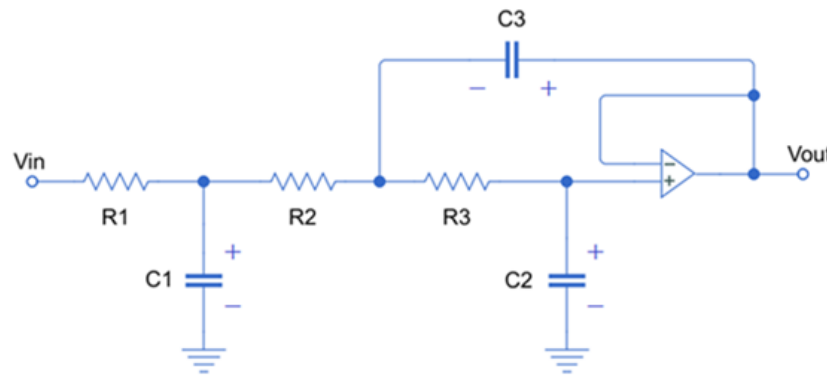

Figura 1. Planta a controlar en el laboratorio 2.
1. Armen el circuito de la Figura 1.